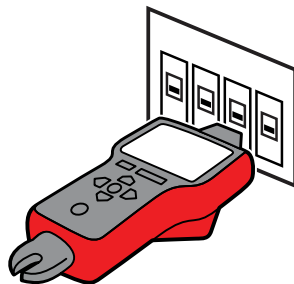

Figure 3.3e : Alignement correct du capteur de pointe par rapport au disjoncteur
2. Balayez chaque disjoncteur/fusible pendant une seconde en le touchant avec le capteur de pointe. Assurez-vous que la rainure du capteur de pointe est parallèle à la longueur du disjoncteur/fusible (Figure 3.3e).
2. Rebalayez chaque disjoncteur/fusible en les touchant avec le capteur de pointe pendant une seconde. La flèche rouge animée indique l'avancement du balayage. Assurez-vous que la rainure du capteur de pointe est parallèle à la longueur du disjoncteur/fusible (Figure 3.3e).